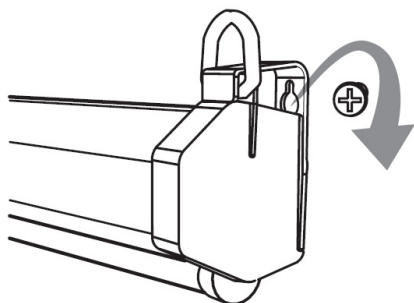

Рис. 1
- жесткое крепление на стене: отмерьте на стене расстояние, равное расстоянию между монтажными отверстиями экрана, сделайте отверстия в стене диаметром не более 8 мм. Используйте распорные дюбели и монтажные шурупы. Не вкручивайте шурупы полностью, оставив зазор для пластикового монтажного кольца экрана. Навесьте экран широкими частями монтажных отверстий, как показано на Рис.1, и опустите вниз так, чтобы шуруп вошел в узкую часть монтажного отверстия. Плотнo затяните шурупы.